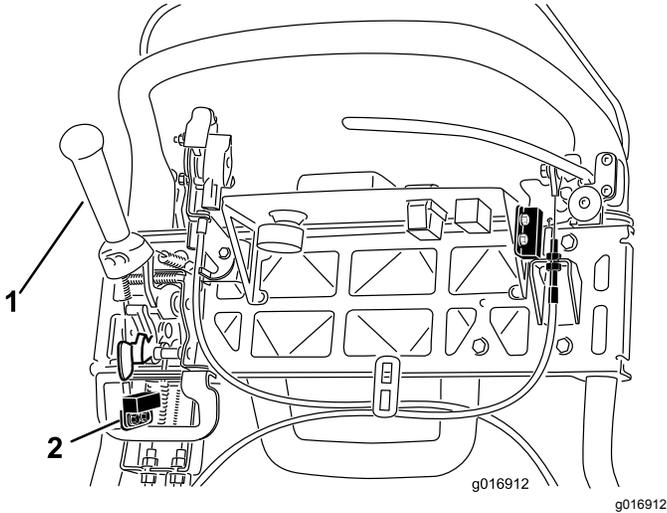

图 41
4. 松开联锁开关紧固件(图 41)。
5. 在牵引杆与联锁开关之间放入 1.6mm 厚的塞尺(图 41)。